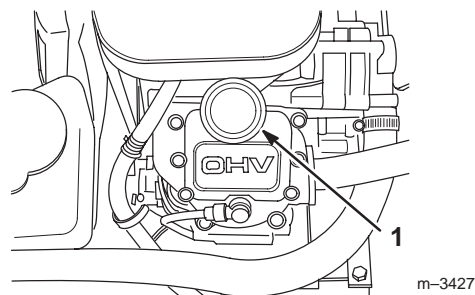

Bild 31
9. Schrauben Sie den Ölfülldeckel los (Bild 31).
10. Gießen Sie ca. 80% der angegebenen Ölmenge langsam in das Einfüllrohr (Bild 31).
12. Gießen Sie langsam Öl ein, um den Ölstand bis zur "VOLL"-Marke (H) am Peilstab anzuheben.